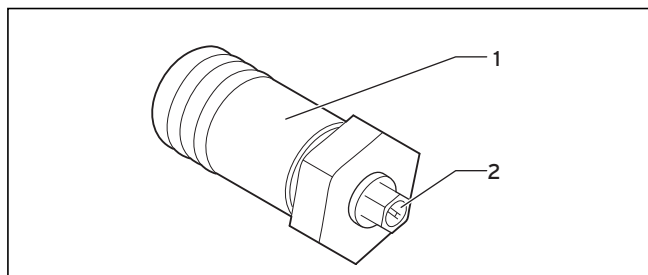

Fig. 4.1 Dopuri cu orificiu de aerisire la colectorii plani
- Doar la colectorii plani: Aerisire printr-un orificiu de aerisire (→ Fig. 4.1, 2)
La colectorii plani se montează în poziția cea mai înaltă un dop cu orificiu de aerisire (→ Fig. 4.1).